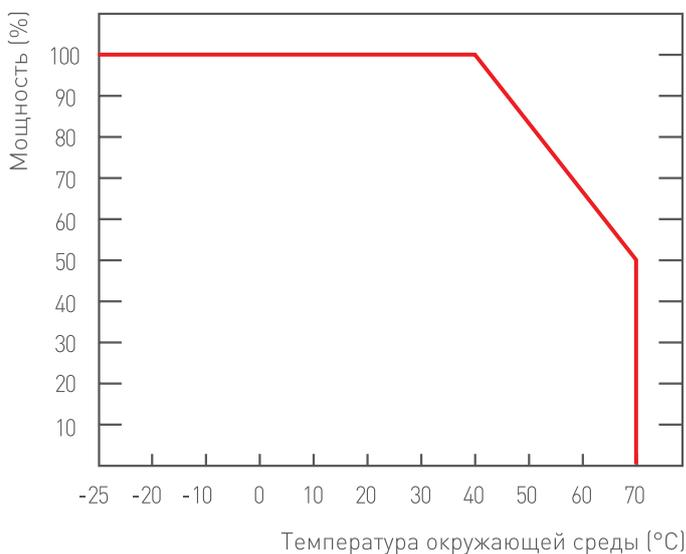

Рис. 1. – График зависимости номинальной мощности блоков питания от колебаний температуры окружающей среды.
2. Не нагружайте блоки питания более 80% от его максимальной мощности. Учитывайте, что с повышением температуры окружающей среды, максимальная мощность блока питания снижается (Рис. 1).